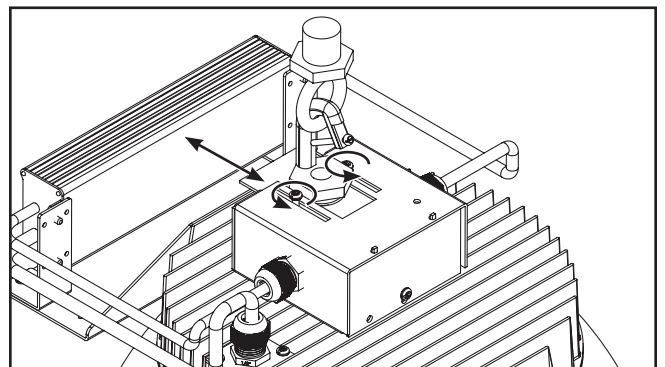

Figura 3.
7. Afloje los 2 tornillos en la parte superior de la placa de montaje ajustable dándole una vuelta y media, luego deslice la placa de montaje ajustable hasta que la luminaria cuelgue a nivel, usando el nivel de agua como guía si es necesario. Vuelva a apretar los 2 tornillos. (Figura 3)